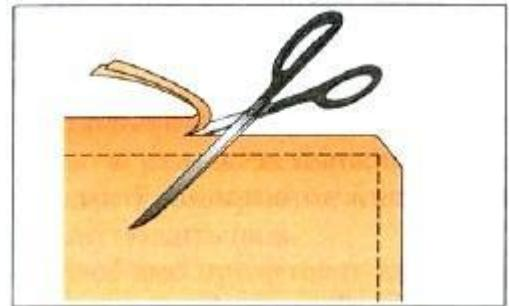

Рис. 38. Срезание припусков на шов
4. Срезать припуск на шов до ширины 3-5 мм, срезать наискосок припуски на шов на всех строчках (рис. 38).